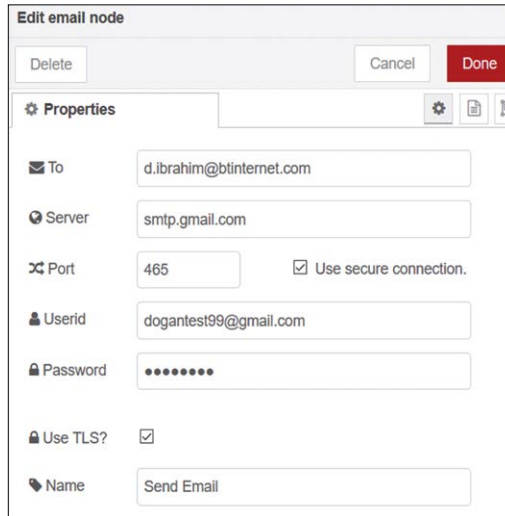

Figure 4.49 Configurer le nœud de messagerie
- Cliquez, faites glisser et déposez le **e-mail** nœud (celui avec une image d'enveloppe sur son côté droit) à l'espace de travail. Double-cliquez et configurez comme indiqué dans la figure 4.49